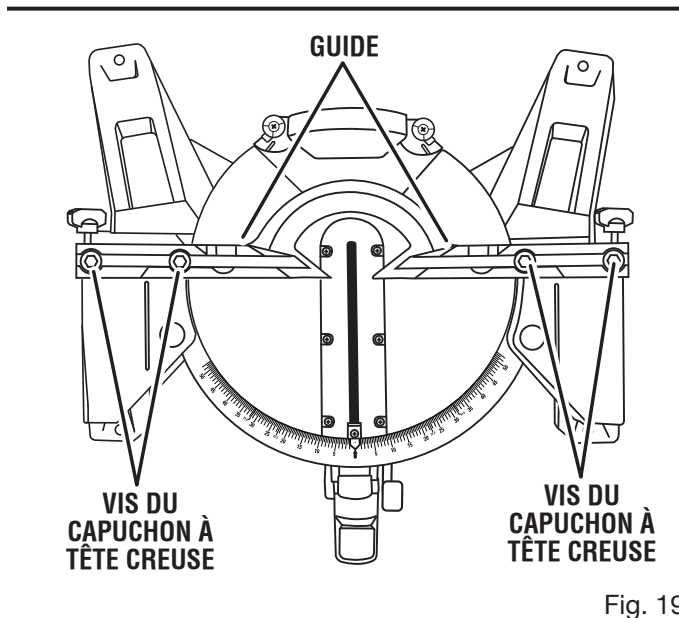

Fig. 19
- Avec la clé pour lame, desserrer les vis à tête creuses immobilisant le guide longitudinal à la table à onglets. Voir la figure 19.